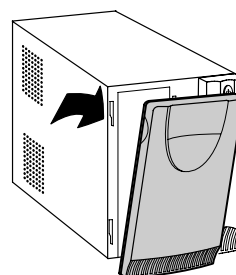

Abbildung 18 Entfernen der Frontblende von der USV
- 2 Ziehen Sie die linke obere Ecke nach vorne und entfernen Sie die Frontblende der USV (siehe Abbildung 18).